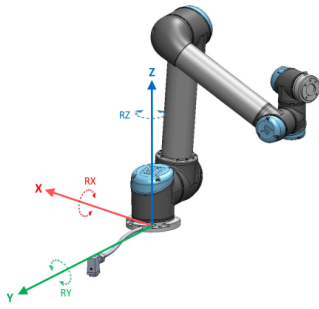

Figura 13.1: Función base
*Función:* base localizada con origen en el centro de la base del robot (consulte figura 13.1)